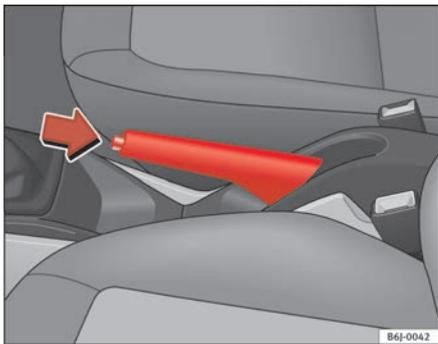

Fig. 101 Il freno a mano, ubicato tra i due sedili anteriori
- Tirare la leva del freno a mano verso l'alto ⇒ **fig. 101**.
- Tenendo premuto (nella direzione indicata dalla freccia ⇒ **fig. 101**) il tasto di sblocco, spostare prima la leva leggermente verso l'alto e poi abbassarla del tutto ⇒ **⚠**.